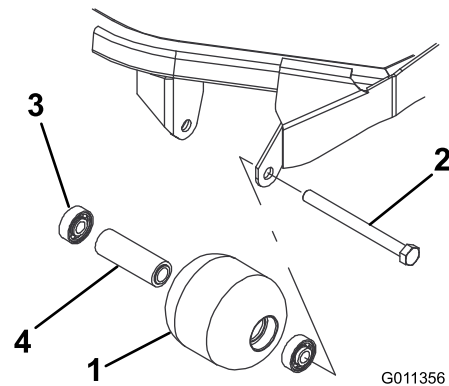

Figura 17
1. Retire o parafuso de montagem do rolo (Figura 17)
4. Verifique se a estrutura dos rolamentos, os rolamentos e a cunha de rolamentos estão danificados Figura 17 Substitua os componentes danificados e volte a montar.
1. Introduza o primeiro rolamento na estrutura do rolo (Figura 17) Empurre só a calha externa ou, então, exerça o mesmo tipo de pressão nas calhas interna e externa.
2. Coloque a cunha (Figura 17)
3. Introduza o segundo rolamento na estrutura do rolo (Figura 17) exercendo o mesmo tipo de pressão nas calhas interna e externa até a calha interna entrar em contacto com o espaçador.